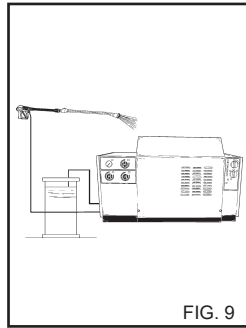

FIG. 9
- 3) После использования моющего вещества, промойте эту систему. Поместите шланг всасывания моющего вещества (рис. 9) в бак с чистой водой и запустите насос на 1 минуту при полностью открытом дозаторе и насадке, находящейся в положении подачи.